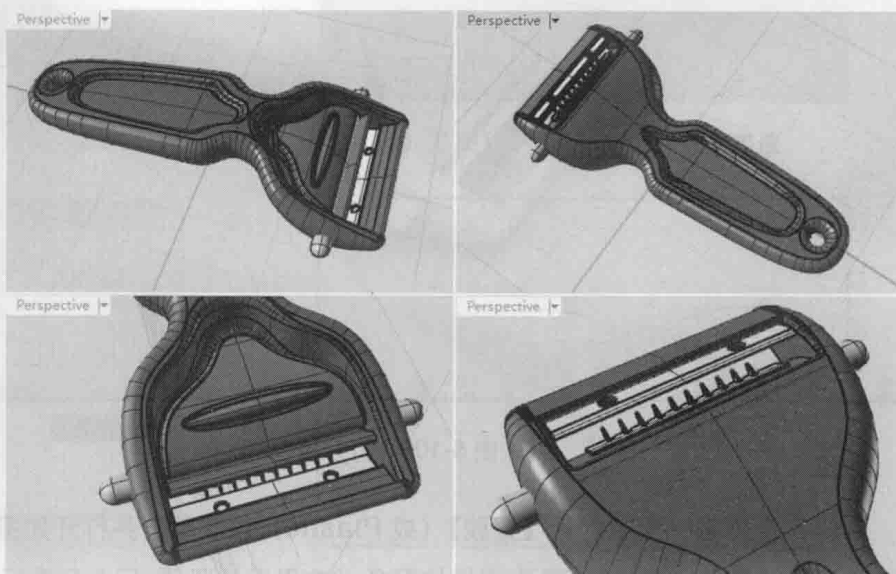

图 5-106 模型最终效果
(11) 其他部件的创建非常简单,这里就不再赘述,完成后的模型如图 5-106 所示。场景文件参见本书配套素材中“案例源文件”目录下的“刨皮刀模型.3dm”文件。